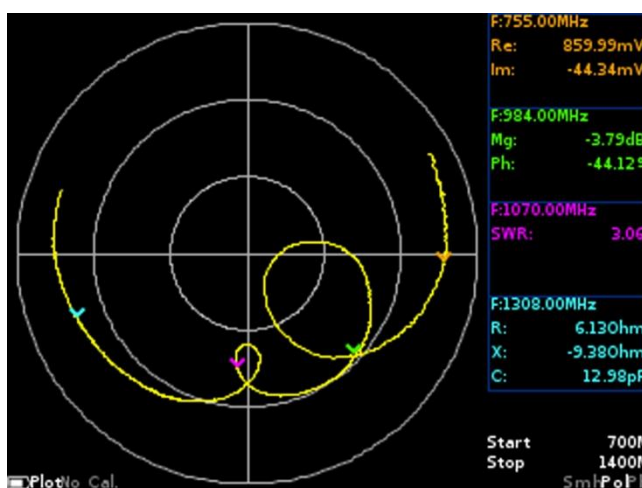

Рисунок 10.2 – Полярная диаграмма
10.2.1. Полярная диаграмма предназначена для отображения комплексного коэффициента отражения в двумерной системе координат (Рисунок 10.2). Диаграмма аналогична диаграмме Вольперта-Смита, но ее масштабная сетка приведена к определенным значениям КСВ – 2; 5. На экране прибора обозначается как **Pol**. Включение или выключение отображения данной диаграммы на экране, производится, как указано в п. 9.3